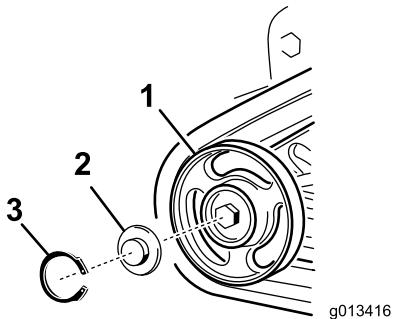

Figura 46
4. Retire o anel de retenção e a tampa da roda de estrada (Figura 46).
5. Verifique a lubrificação debaixo da tampa e em torno da junta (Figura 46). Se estiver suja, com grão ou retirada, limpe todo o lubrificante, substitua a junta e adicione novo lubrificante.
7. Coloque a tampa da roda de estrada lubrificada por cima do perno com cabeça (Figura 46).
8. Fixe a tampa da roda de estrada com o anel de retenção (Figura 46).